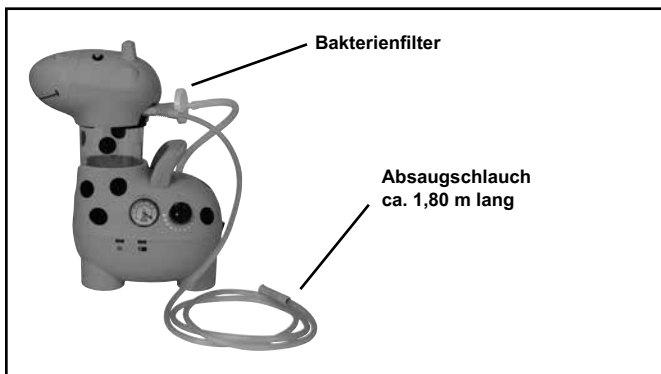

Bild 8
**Folgende Verbrauchsmaterialien sind gemäß den Angaben in Kapitel 6.1. zu wechseln (Bild 8):**